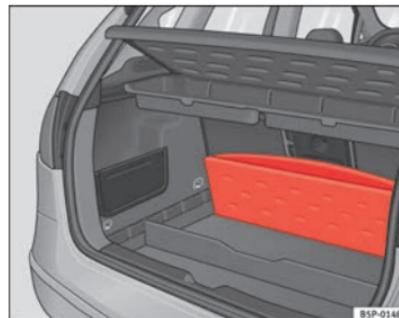

Abb. 105 Variables Ablagefach Gepäckraumboden
- Den Gepäckraumboden anheben und vollständig nach hinten klappen ⇒ Abb. 105.